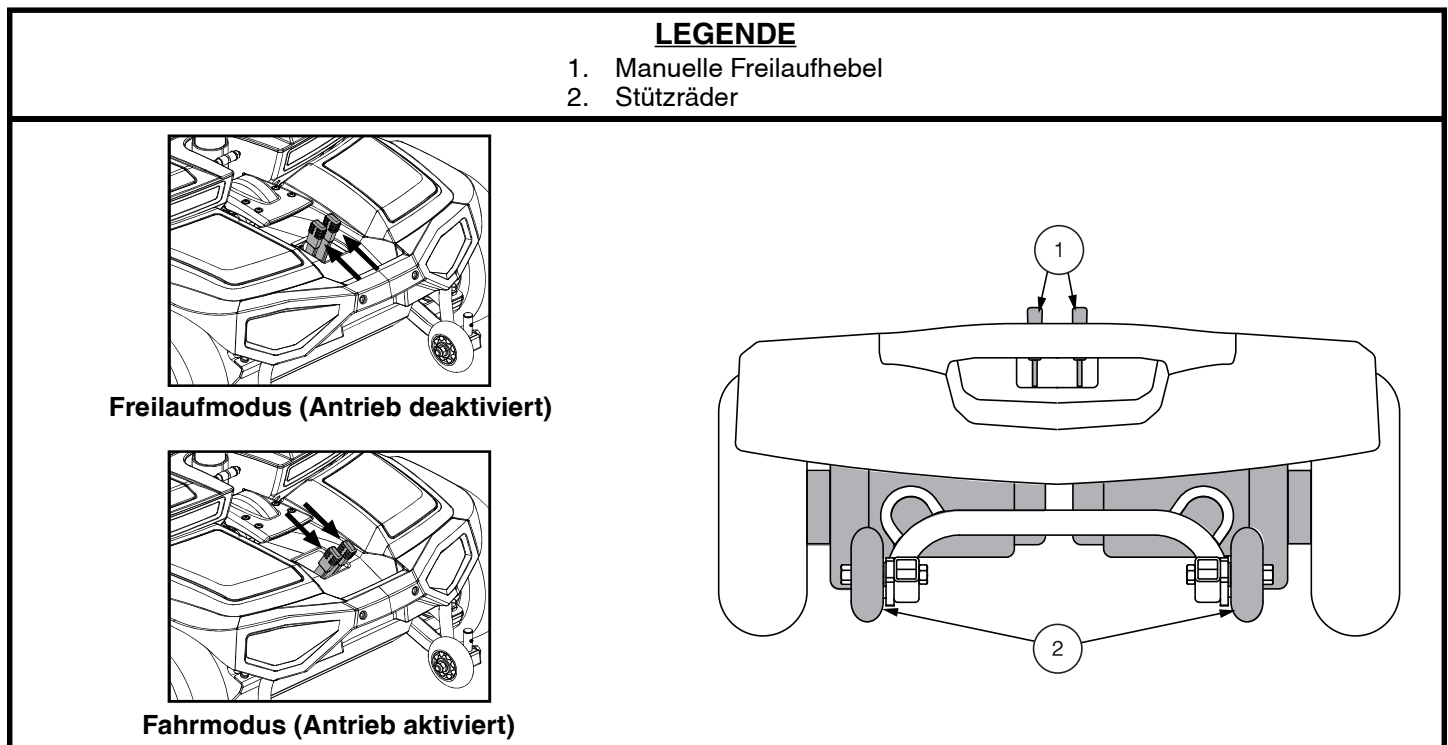

Abb. 9 Hinterseite des Fahrgestells - Jazzy ZTS
Der Elektromobil hat einen manuellen Freilaufhebel für jeden Motor. Diese Hebel ermöglichen Ihnen, die Antriebsmotoren zu entkoppeln und das Elektromobil manuell zu manövrieren. Diese Betriebsweise wird Freilaufmodus genannt. **Siehe Abb. 9.**
1. Sie suchen die Hebel an der Hinteren Seite des Fahrgestells. **Siehe Abb. 9.**